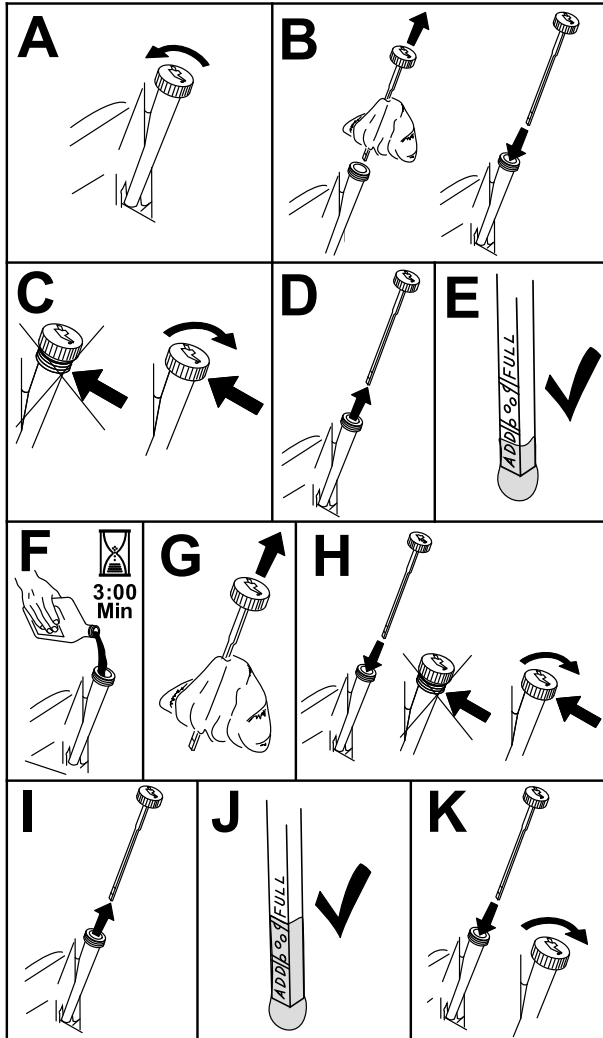

Bild 39
- Reinigen Sie den Bereich um den Öfüllstutendeckel bzw. den Peilstab vor dem Abnehmen, damit kein Schmutz oder Schnittgut usw. in den Motor gelangt (Bild 39).